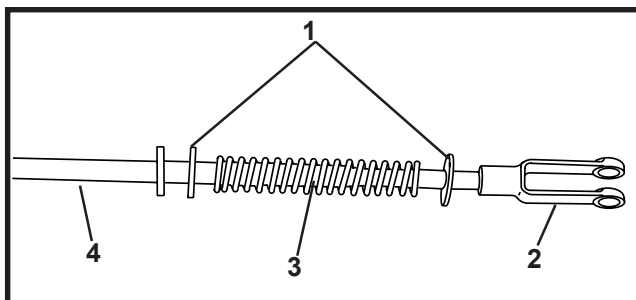

FIGURE 2
6. Assemblez le ressort de compression, deux (2) rondelles plates et une fourche avec la tige de commande des freins. Voir figure 2. Vissez la fourche sur la tige jusqu'à ce qu'elle soit égale ou par une partie filetée de la fourche d'environ 6,35 mm.